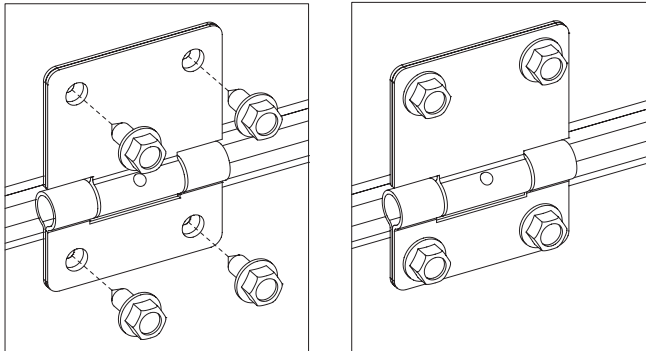

Рис.28.2
4) установить промежуточные петли, закрепить каждую из них четырьмя самонарезающими винтами 6,3x16 (рис. 28.2).